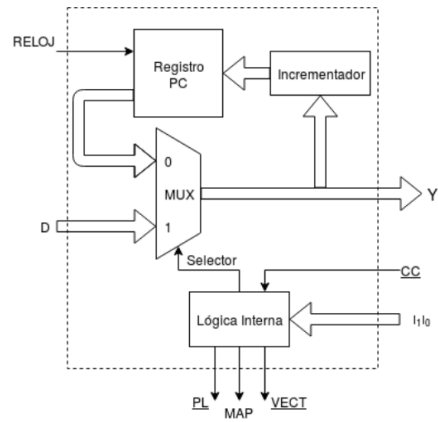

Figura 1: Diagrama de bloques interno de un secuenciador básico.
1. La figura 1 muestra el diagrama de bloques de un secuenciador básico. Como se puede observar en el diagrama, la dirección del estado siguiente dada por el bus **Y** puede venir de dos lugares posibles: 1 del registro μP C, 2 de la entrada **D**.